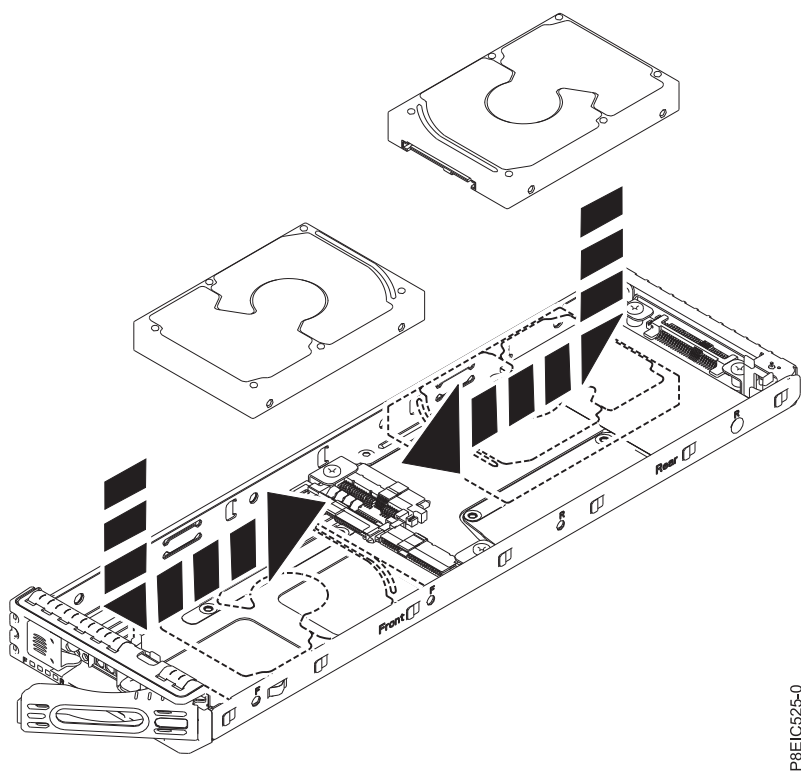

図 16. 2.5 型ドライブのトレイへの取り付け
- a. ドライブをトレイに置き、ドライブをスライドさせてソケットに挿入します (図 16 を参照)。